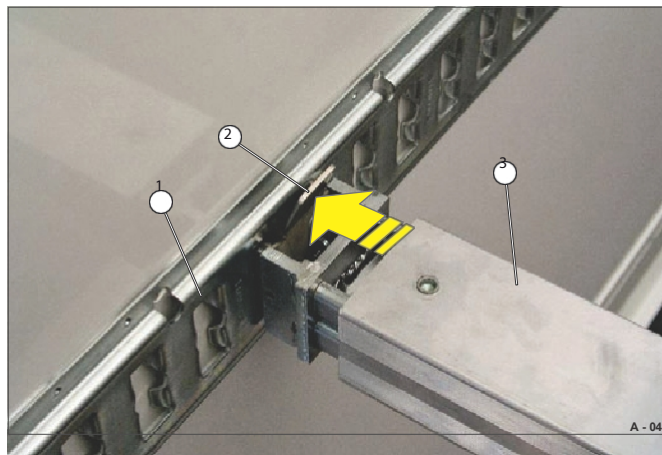

Fig. 41 Inserir a viga de travamento telescópica
- Inserir a viga de travamento (Fig. 41/3) com o lado rígido na ranhura da calha de ancoragem combinada/carril de amarração (Fig. 41/1) com o lado rígido.
- Pressionar a cavilha de bloqueio (Fig. 41/2) e mantê-la no lugar.